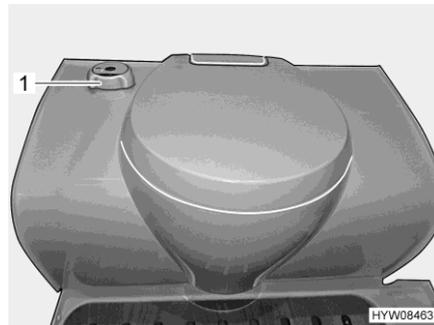

Fig. 133 Toilette Thetford
*Apertura del cursore:* ■ Ruotare la maniglia girevole (Fig. 133,1) in senso antiorario.
*Chiusura del cursore:* ■ Ruotare la maniglia girevole (Fig. 133,1) in senso orario.